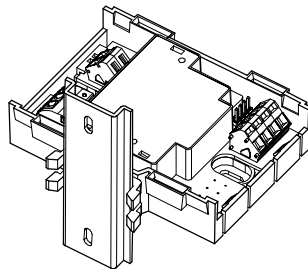

Fig. 2
- on a top hat rail (Fig. 2)
2. Press the module and the installation feet against the top hat rail until the feet snap in (Fig. 2).
- Auf einer Hutschiene (Fig. 2)
- Drücken Sie den Baustein mit den Montagefüßen gegen die Hutschiene, bis diese einrasten (Fig. 2).